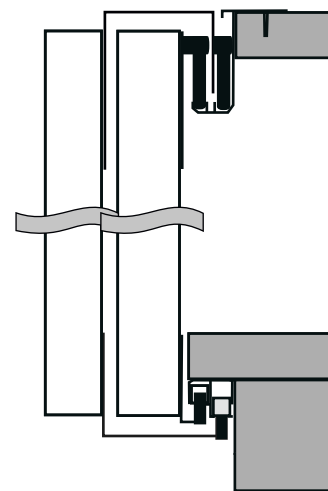

рис. 3
11. Передние двери навешиваются в том же порядке (низ-верх), только уже на дальний паз (рис. 3).